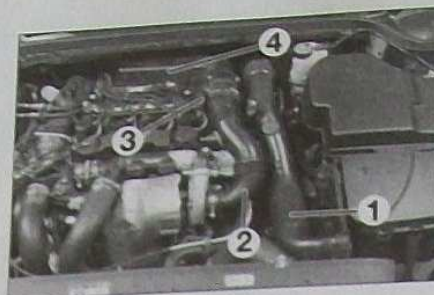

FIG.24
- le conduit d'entrée d'air (1) (Fig.24),
- le conduit d'entrée d'air (2) du turbo.